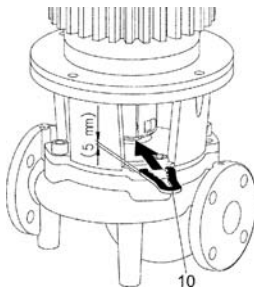

Fig. 19: Plassering av montasjegauffelen
- Plasser montasjegauffelen (Fig. 19, pos. 10) mellom lanternen og koblingen. Montasjegauffelen må sitte uten klaring.
- Plasser montasjegaffelen (Fig. 19, pos. 10) mellom lanternen og koblingen. Montasjegaffelen må sitte uten klaring.